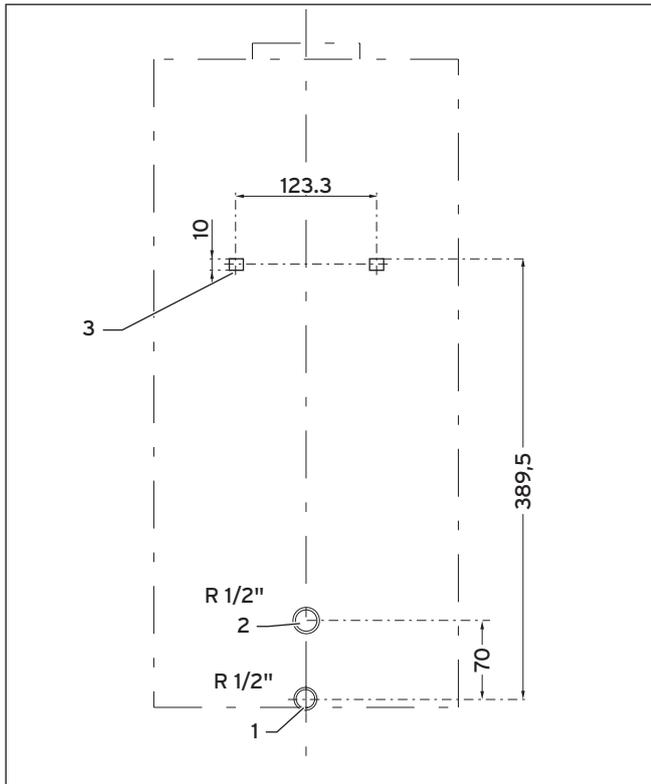

Fig. 3.2 Preinstallazione a parete
- Allacciare l'elemento di raccordo gas con rubinetto (2) al muro.
- Appendere l'apparecchio ai due ganci (3) situati sul muro (vedere fig. 3.2) ed allacciare l'elemento di raccordo gas alla valvola del gas, applicando il lubrificante fornito insieme al kit di raccordi all'o-ring del raccordo gas, fissando poi con la vite di sicurezza (1).
- Allacciare il rubinetto dell'acqua fredda (6) al muro.
- Allacciare l'elemento di raccordo per acqua fredda (4) al rubinetto dell'acqua fredda (6) e la valvola dell'acqua posta sull'apparecchio, utilizzando la guarnizione 1/2" (5) e la guarnizione 3/8" (3).
- Allacciare il raccordo dell'acqua calda (8) al tubo di uscita dell'apparecchio, utilizzando la guarnizione 3/8" (9).